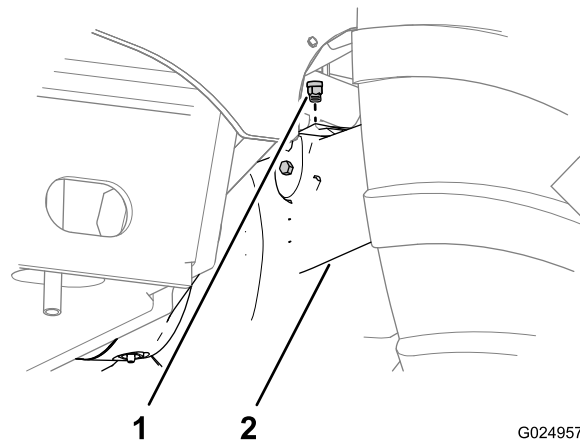
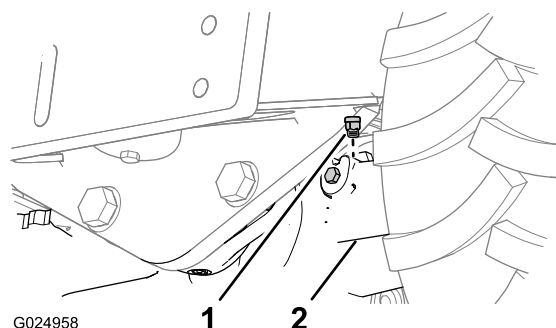

Figura 92
Figura 93
2. Remova os respiros dos eixos dianteiro e traseiro (Figura 92 e Figura 93).
5. Instale os respiros nos eixos dianteiro e traseiro (Figura 92 e Figura 93).
1. Limpe a área ao redor dos respiros com solvente de limpeza (Figura 92 e Figura 93).